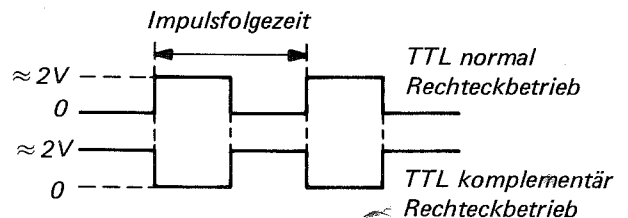

Abb. 6.5. Rechteckimpulsbetrieb
- Das Oszilloskop zeigt dann einen normalen und den dazu komplementären TTL-Impuls nach Abb. 6.5.